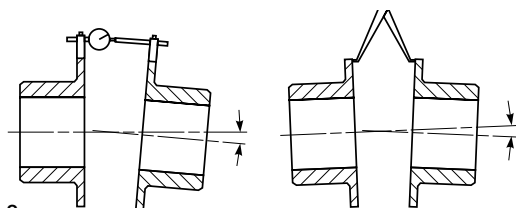

Figura 2
- D. **Alineación angular** – Monte un comparador mecánico sobre un cubo o eje para leer la cara de la otra brida del cubo como se muestra en la Figura 2. Gire ambos ejes al mismo tiempo asegurándose de que el espaciado axial del eje permanece igual. Ajuste el equipo colocando una cuña y/o moviéndolo a fin de que la lectura del comparador esté dentro de .002" por pulgada del diámetro de la brida del acoplamiento. Vea la Tabla 1.